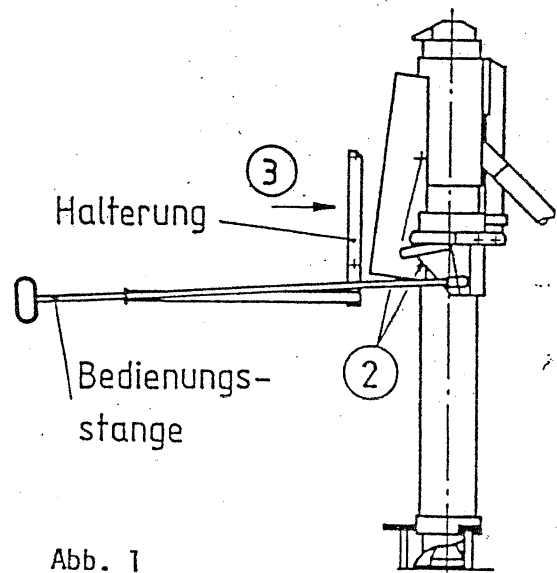

Abb. 1
2. Die beiden Schrauben M 8 ② am Überlaufkanal herausdrehen - siehe Abb. 1.
3. Die Bedienungsstange mit Halterung ③ (Abb. 1) drehen und mit den beiden Schrauben M 8 die Halterung und den Überlaufkanal am Gerät befestigen.